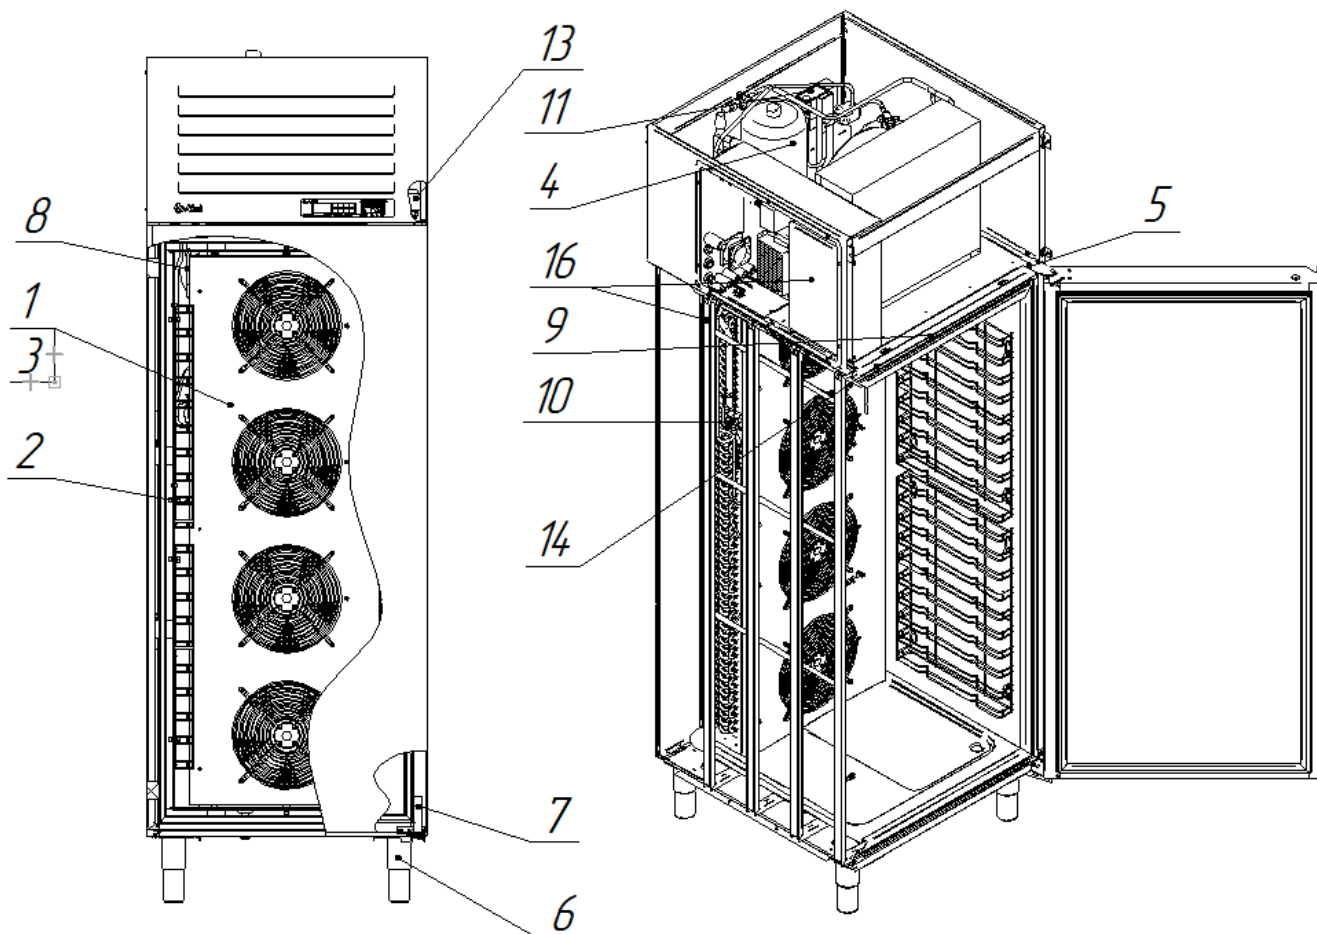

Рис. 4 Устройство шкафа
Устройство шкафа приведено на рис. 4.
12. датчиков температуры (находятся под кожухом вентиляторов испарителя в левом верхнем углу, на рис. 4 не указан);